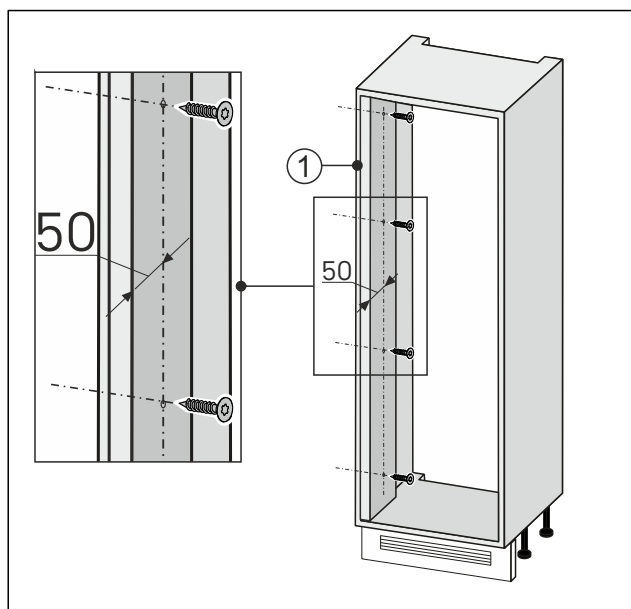

Fig. 93
- Avvitare l'elemento di compensazione a parete alla nicchia del mobile sul lato di apertura della porta Fig. 93 (1).